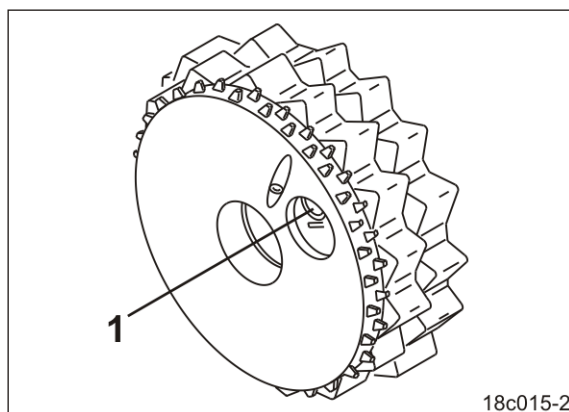

Fig. 65
1. Rotiți discul de distribuție cu mâna pe axul de distribuție până când știftul (Fig. 65/1) este vizibil în orificiu.